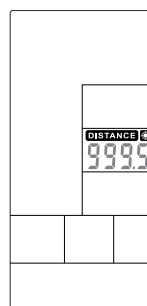

Figure 41
- ① Drücken Sie im Standby-Modus die Taste Zielentfernung und DISTANCE leuchtet auf und es ertönt ein langer Ton für 1 Sekunde.
- ② Der DISTANZ-Wert blinkt und kann mit den Tasten UP und DOWN eingestellt werden (Abbildung 41). Drücken Sie ENTER, um die Einstellung zu bestätigen, während der Summer 1s lang ertönt und DISTANCE leuchtet dauerhaft auf.
- ⑧ Press any PROGRAM key then perform the program accordingly.
- ① In Standby mode, press Target Distance key and DISTANCE will light up, along with a long sound for 1s.
- ② DISTANCE value is flashing, press UP and DOWN to adjust (Figure 41). Press ENTER to confirm meanwhile buzzer beeps 1s and DISTANCE lasting lighting up.